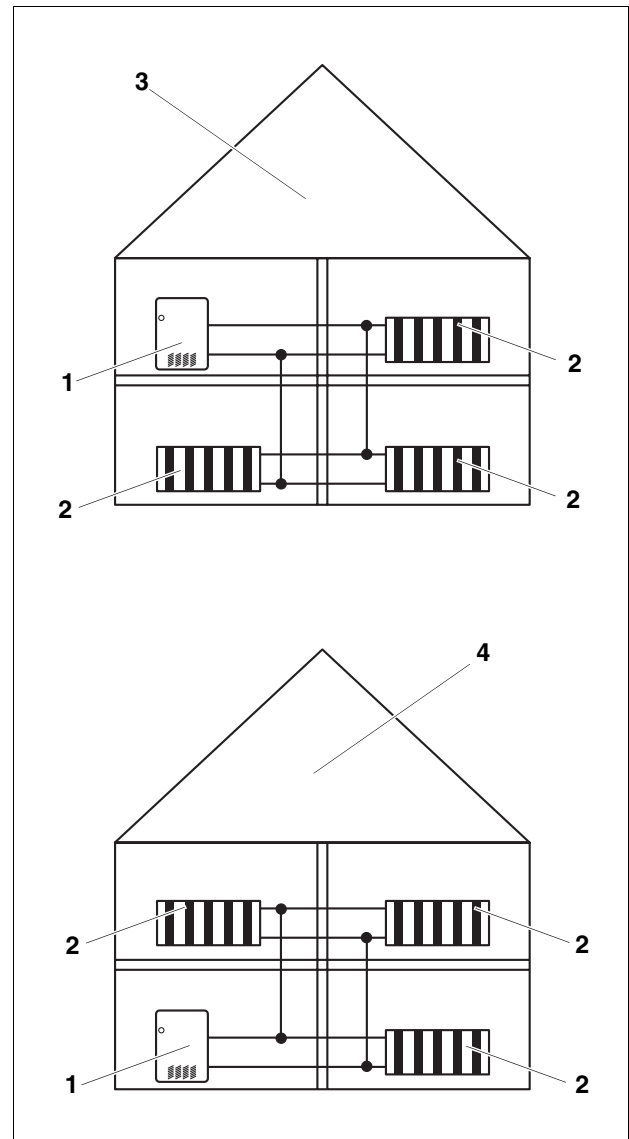

Fig. 10 Dispositif de sécurité contre le manque d'eau
- Veillez à ce que la chaudière installée au-dessus du niveau de l'installation de chauffage soit équipée d'un dispositif de sécurité contre le manque d'eau. Le dispositif de sécurité contre le manque d'eau doit être monté lors de l'installation de la chaudière (→ fig. 10).